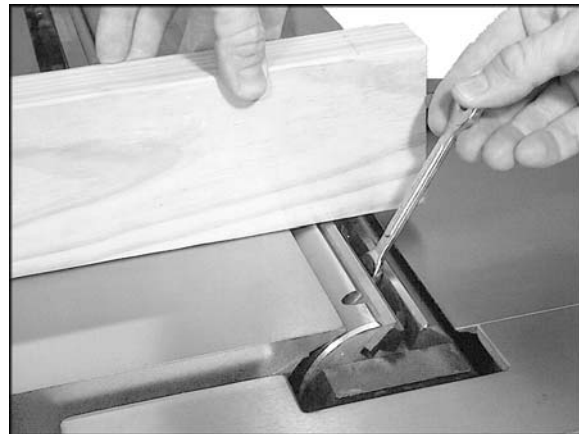

Figura 32 (cabeza de corte recta)
16. Use el borde de la placa para empujar la cuchilla hacia abajo de tal manera que puede calzar contra los tornillos niveladores. Ver la figura 32, Ajuste los tornillos prisioneros solo lo suficiente para mantener la cuchilla en la posición de la cabeza de corte. No ajustar por completo.